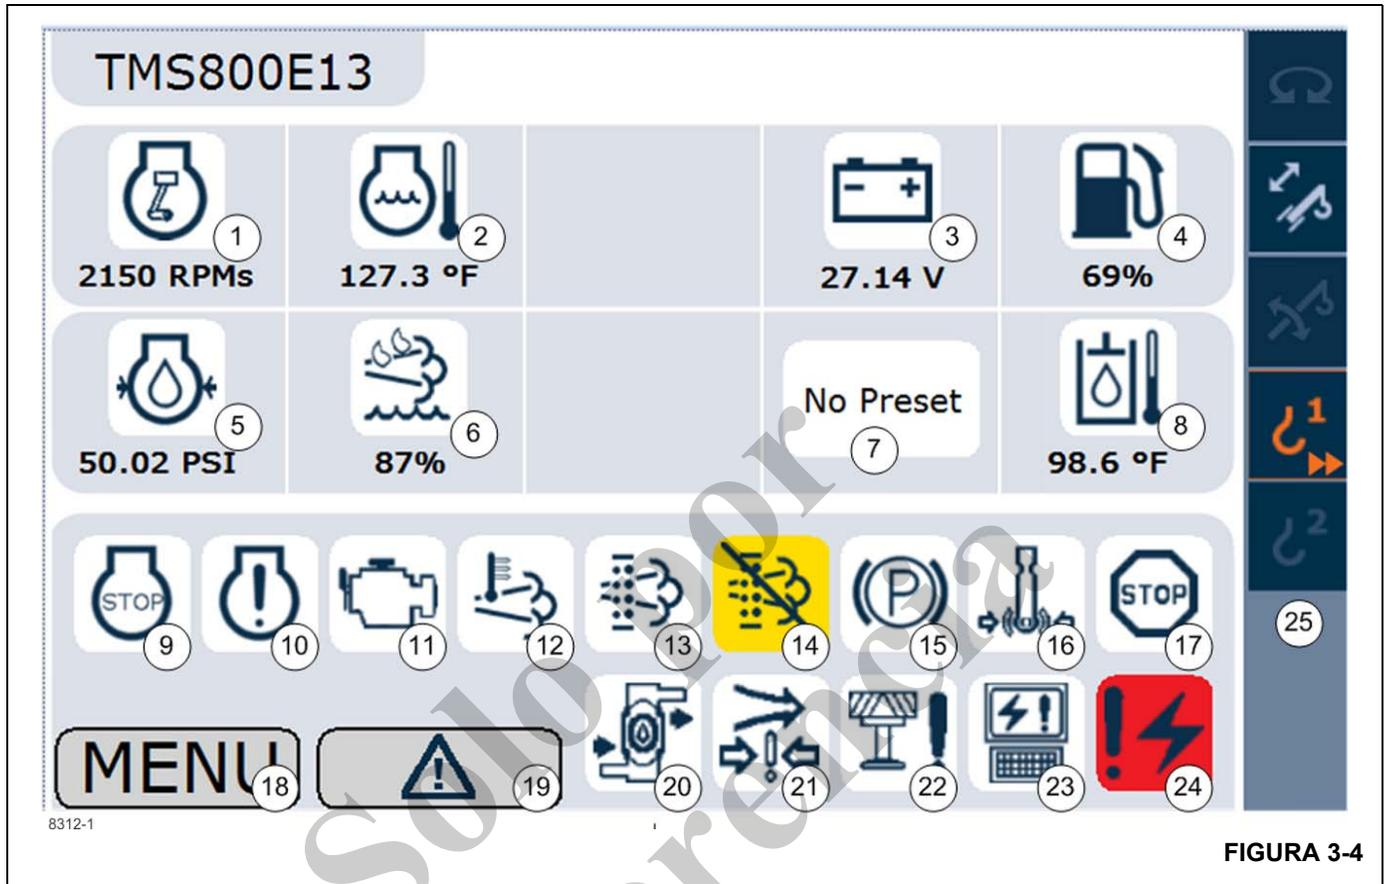

FIGURA 3-4
Esta vista (Figura 3-4) es la vista principal del operador y será la primera vista visible después de la vista de presentación. Muestra los indicadores e información del motor y del sistema de la grúa.
**Velocidad del motor (1) (Figura 3-4)**